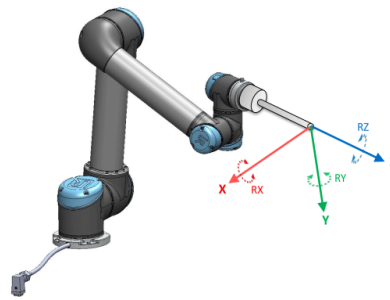

Figura 13.2: Recurso de Ferramenta (TCP)
- O Recurso Ferramenta está localizado com origem no centro do TCP atual (consultar a figura 13.2)